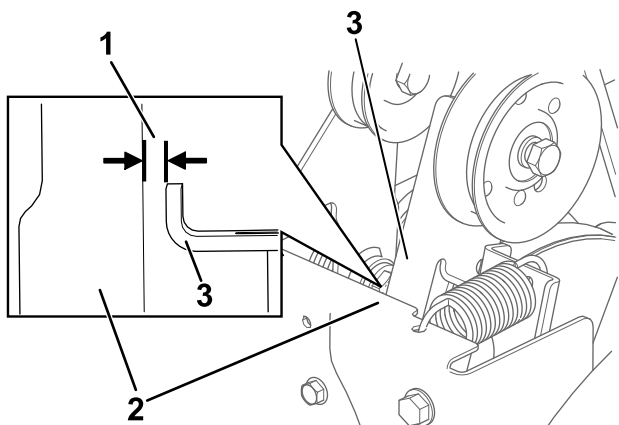

Figura 31
3. Com a alavanca da broca/hélice desengatada, certifique-se de que a folga entre o braço da embraiagem da broca e a estrutura da máquina é de 1,5 mm como se mostra na Figura 31.